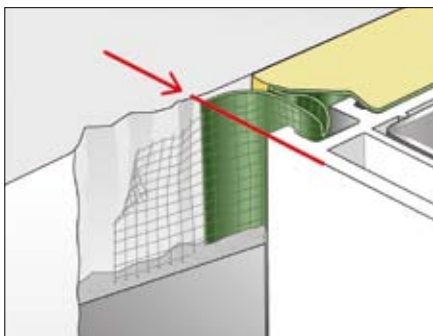

Fig. 10: aanbrengen van mortel op het stucgaas
- Breng in eerste instantie een fijne laag pleisterkalk aan op de muur (fig. 10).